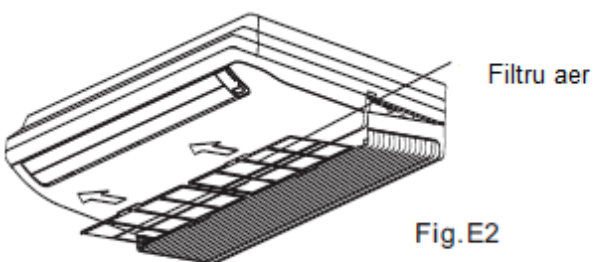

Fig.E2
2. Scoateți filtrul de aer (a se vedea Fig.E2).
4. Reinstalați filtrul de aer în ordinea inversă indicată în Fig.E2.